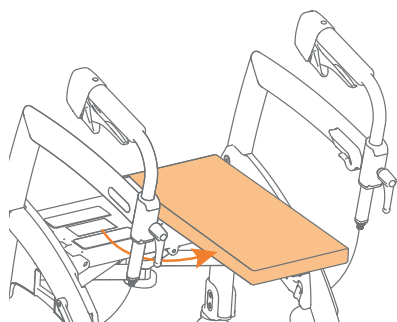

Figure 17: Placez le coussin du siège en travers.
- Tirez le coussin du siège, tournez-le à 90 degrés et placez-le horizontalement sur le côté du manche rouge (**Figure 17**).